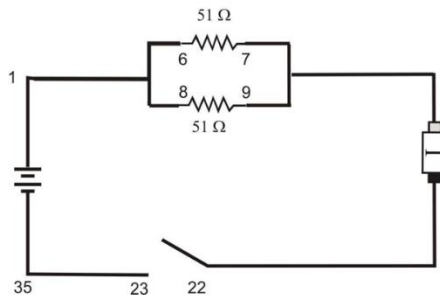

Abbildung 3
11. Verkabeln Sie die Parallelschaltung aus den beiden 51Ω -Widerständen wie in Abbildung 3 zu sehen. Mithilfe des Spannungsfühlers wird die an beiden Widerständen anliegende Spannung gemessen. Der rote Anschluss des Stromsensors sollte in Richtung des + Anschlusses der Spannungsversorgung liegen. Mithilfe des Stromsensors wird der Gesamtstrom im Stromkreis gemessen.